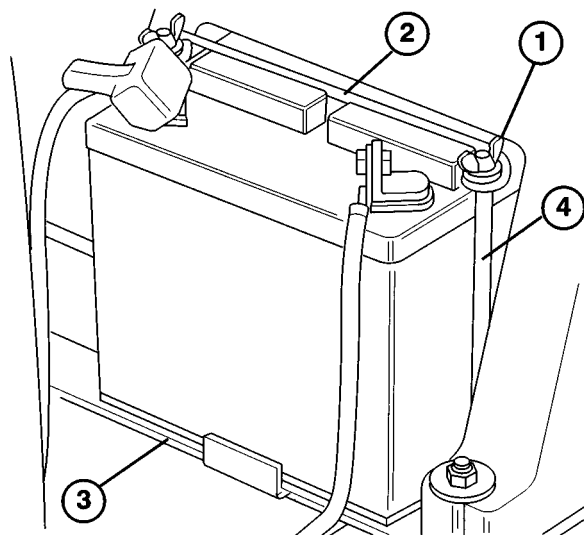

Fig. 1
2. Togliere i dadi ad alette e le rondelle che fissano i morsetti della batteria ai bulloni, e rimuovere la batteria dalla macchina. Togliere i tappi di riempimento dalla batteria, e colmare lentamente ciascun elemento finché l'elettrolito non copra appena le piastre (Fig. 1).